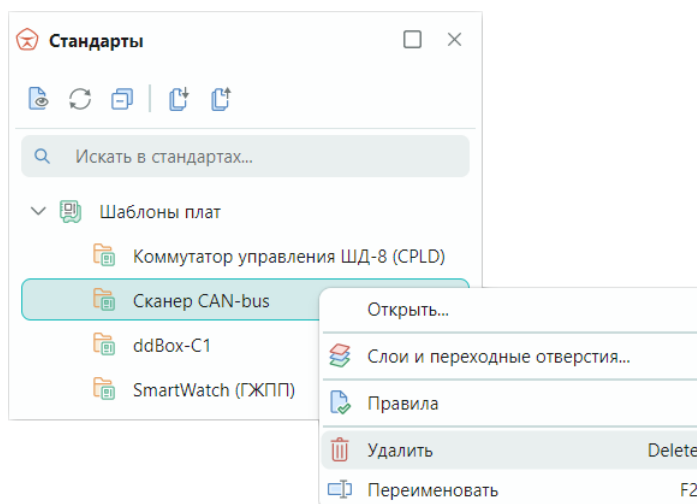

Рис. 164 Удаление шаблона платы
2. Вызовите контекстное меню и выберите команду «Удалить», см. Рис. 164. Для данного действия также задана горячая клавиша «Delete».